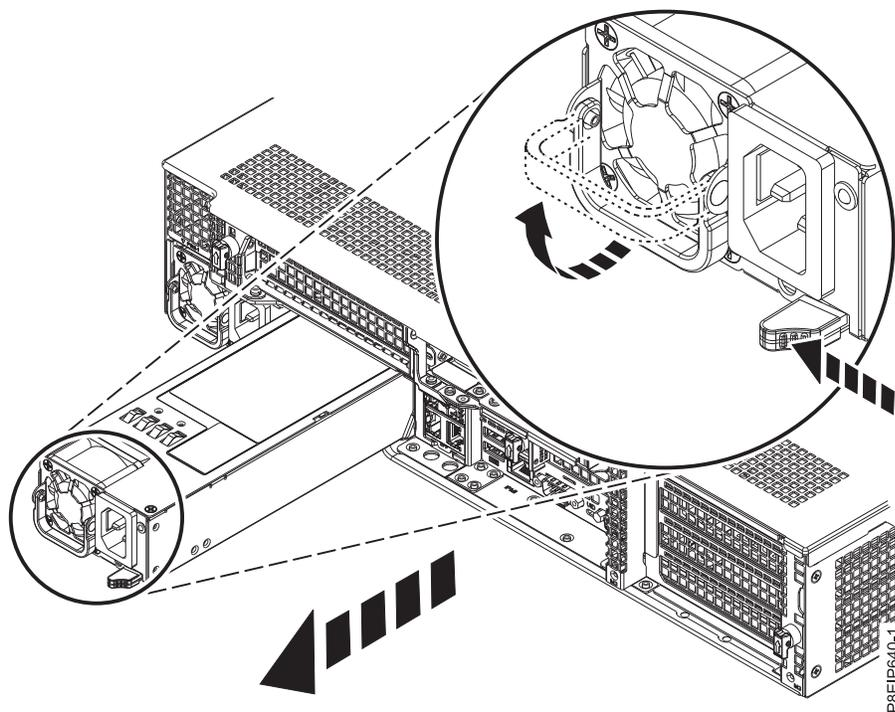

Figura 70. Extracción de una fuente de alimentación del sistema
- a. Para desenganchar la fuente de alimentación de su posición en el sistema, presione la pestaña de sujeción hacia la izquierda, como se muestra en la Figura 70.